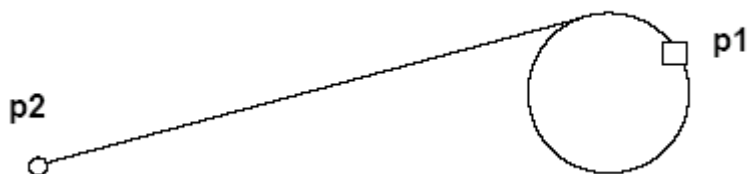

Рис. 1.12. Построение отрезка, касательного к окружности
3. *Касательный отрезок через внешнюю точку*: а) указать графическим курсором кривую (точка p1), к которой должна быть проведена касательная прямая; б) указать графическим курсором точку p2, через которую проходит касательная прямая (рис. 1.12).